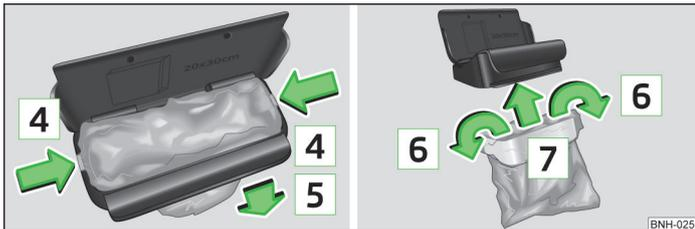

Abb. 68 Beutel ersetzen
- » Die beiden Rastnasen des Innenrahmens in Pfeilrichtung  » Abb. 68 vom Behälterkörper abdrücken.